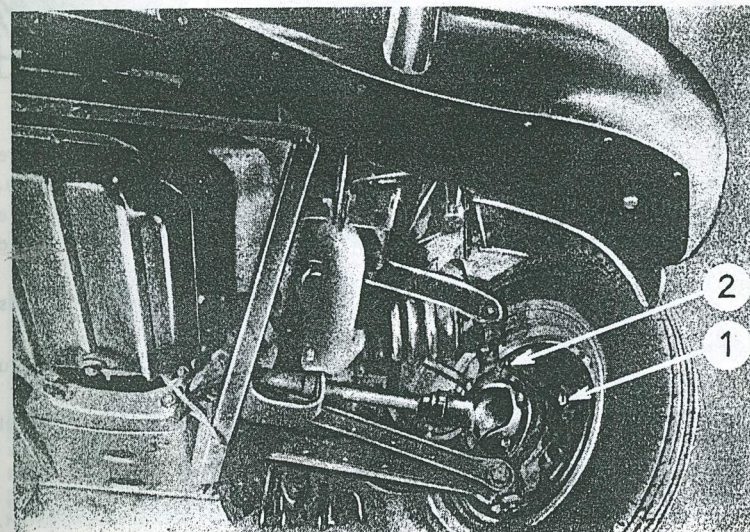

Fig. 41
A l'aide d'une clé, tourner l'un des deux carrés (1) de chaque frein (fig. 41) vers l'extérieur jusqu'à bloquer le tambour.